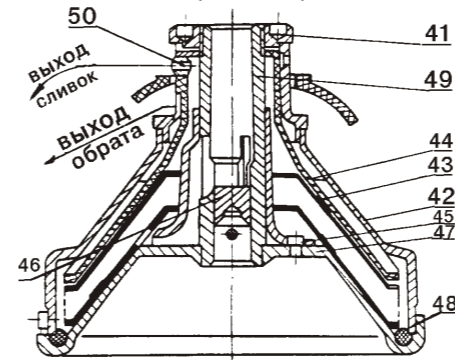

Рис. 3 Барабан электросепаратора
4.2 Запрещается работать на электросепараторе при незатянутой гайке барабана поз.41 (рис.3).
5.2.2 Барабан (рис.3) состоит из основания 49, уплотнительного кольца 48, тарелкодержателя 45, пакета тарелок 44, разделительной тарелки 43 с регулировочным винтом 50, крышки 42, гайки 41.
7.3. Регулировку жирности сливок (рис.5) производить вращением винта регулировочного 50 (рис.3). Для увеличения жирности сливок необходимо ввернуть винт до 1,5 оборотов от положения "Заподлицо" с поверхностью разделительной тарелки 43. Уменьшение жирности сливок обеспечивается вывертыванием винта до 5 оборотов. При прекращении снятия крышки 42 при разборке барабана, необходимо ввернуть винт в положение "Заподлицо" с поверхностью разделительной тарелки. Вывертывание и ввертывание винта производится при помощи регулировочного ключа.